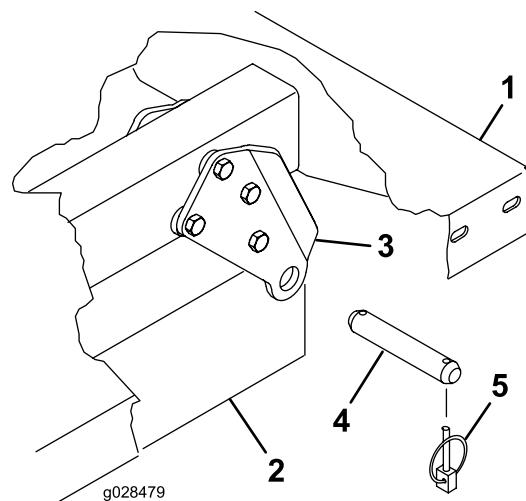

Figure 4
- 3. Fixez chaque jeu de supports de pivot aux profils du cadre à l'aide d'un axe de chape et de 2 goupilles à anneau (Figure 4).
2. Placez le plateau avec précaution sur le cadre du véhicule en alignant les trous de pivot arrière du plateau et les trous du profilé de cadre arrière (Figure 4).